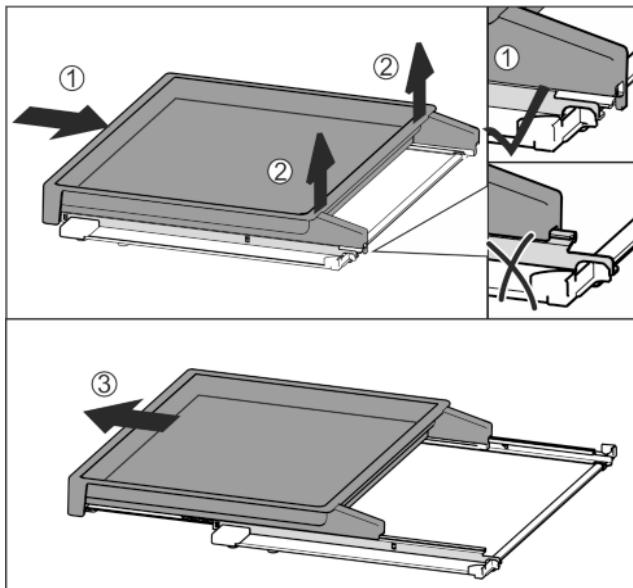

Fig. 37
- Вставить вытяжную панель полностью Fig. 37 (1).
- Отпустить фиксацию на задней стороне Fig. 37 (2).
- Извлеките вытяжную панель движением вперед Fig. 37 (3).